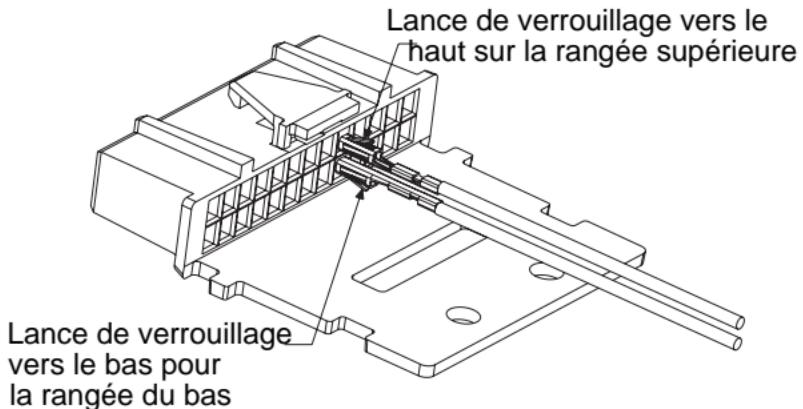

Figure 2 Orientation de la borne
7. Insérez les contacts dans les emplacements de broches No. 9 et No. 10 sur le connecteur d'accessoire comme indiqué à la *Figure 2*.